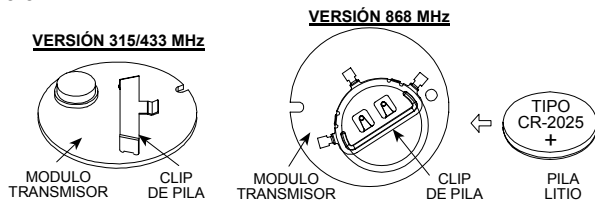

Figura 4. Inserción de la Pila
- Extraiga, deslizando, la vieja pila de debajo del borne, en dirección opuesta a la flecha dibujada en la figura 4.